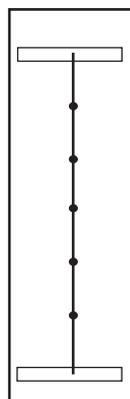

Fig. 1
1. Nouer cinq nœuds à distance égale pour former les prises à grimper. (Fig. 1)